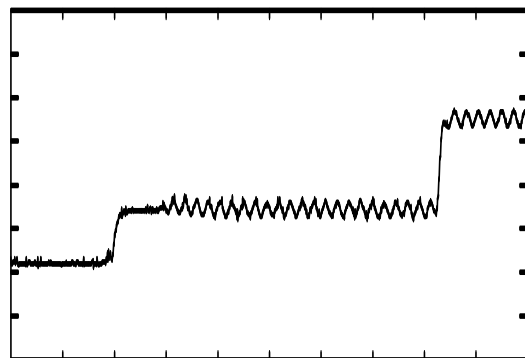

figure 3
- Abaissez le coefficient de balayage à $2 \mu\text{s}/\text{div}$. Le début de ligne est dilaté, le point de déclenchement est inchangé (impulsion de synchronisation ligne) (figure 3).